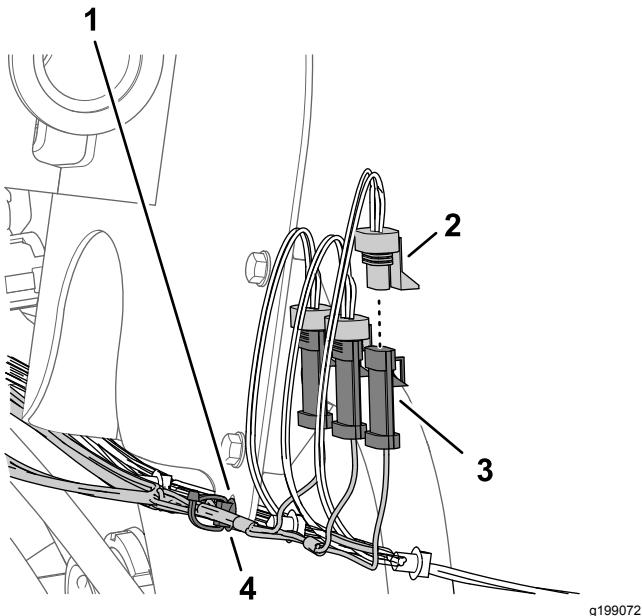

Bild 86
VALVE beschriftet ist (Bild 86).
2. Stecken Sie den 3-Stift-Stecker des Kitkabelbaums, der mit CENTER SPRAY beschriftet ist, in den 3-Buchsen-Stecker des Maschinenkabelbaums, der mit CENTER SPRAY VALVE beschriftet ist (Bild 86).
3. Stecken Sie den 3-Stift-Stecker des Kitkabelbaums, der mit RIGHT SPRAY beschriftet ist, in den 3-Buchsen-Stecker des Maschinenkabelbaums, der mit RIGHT SPRAY VALVE beschriftet ist (Bild 86)..
4. Stecken Sie die Eindrückbefestigung des Kitkabelbaums in das Loch im Flansch der Halterung für das Durchflussmessgerät (Bild 86).